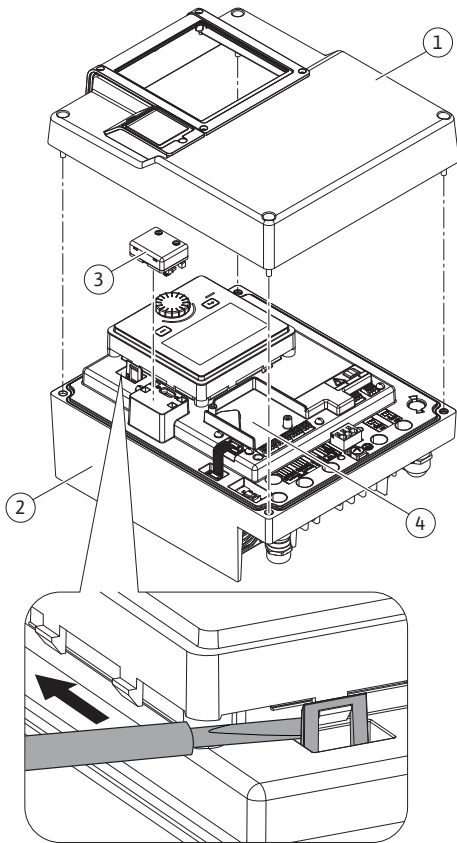
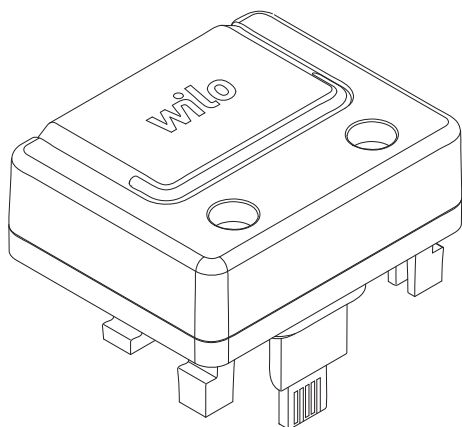

Fig. 30: Elektroniikkamoduuli
Fig. 31: Wilo-Smart Connect BT -moduuli
1. Avaa pikalukot (Fig. 30) varovasti työkalulla (esim. ruuvitaltalla).
Wilo-Smart Connect BT -moduulin (Fig. 30, pos. 3 ja Fig. 31) Bluetooth-rajapinta on tarkoitettu yhteyden muodostamiseen mobiilipäätelaitteisiin, kuten älypuhelimien ja tablettiin. Wilo-Assistant-sovelluksessa on Wilo-Smart Connect -toiminto. Pumpua voidaan käyttää, säätää ja sen tietoja lukea Wilo-Smart Connect -toiminnon avulla. Katso tietoa asetuksista luvusta "Käyttöönotto" [► 53].
1. Avaa elektroniikkamoduulin yläosan neljä ruuvia (Fig. 30, pos 1; Fig. 1, pos. 2).
3. Liitä Wilo-Smart Connect BT -moduuli sille tarkoitettuun Wilo-Connectivity Interface -rajapintaan. Katso Fig. 30, pos. 3.
CIF-moduuleja (lisävarusteet) käytetään pumppujen ja kiinteistöhallintajärjestelmän väliseen tiedonvaihtoon. CIF-moduulit liitetään elektroniikkamoduuliin (Fig. 30, pos. 4).